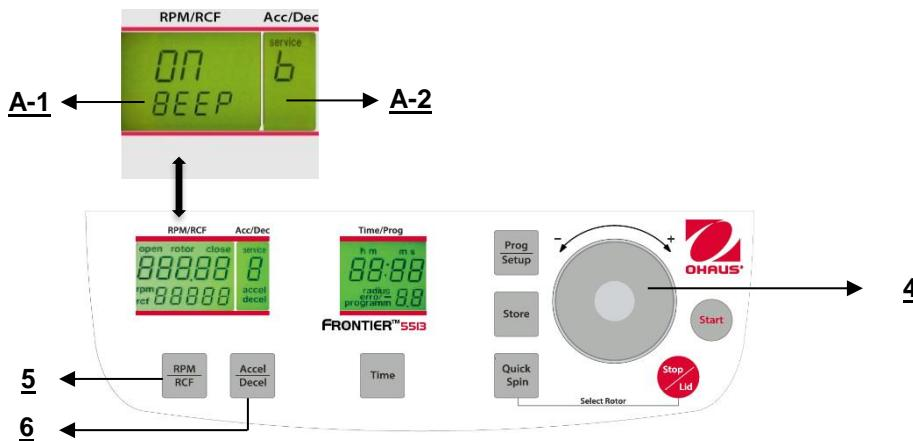

Figure. 33
Poursuivre conformément à la description du paragraphe 4.1.2 pour entrer dans ce mode de programme et appuyer ensuite sur la touche "Accel/Decel" (6). Sur l'affichage "Acc/Dec" (A-2), le mot "Service" clignote. Sélectionner maintenant la lettre "B" avec le cadran de réglage (4). Ceci entraîne l'apparition des mots "ON/BEEP" sur l'affichage "RPM/RCF" (A-1). Après avoir appuyé sur la touche "RPM/RCF" (5), l'utilisateur peut mettre le son du clavier sur Marche ou sur Arrêt avec le cadran de réglage (4). (voir la figure 33).